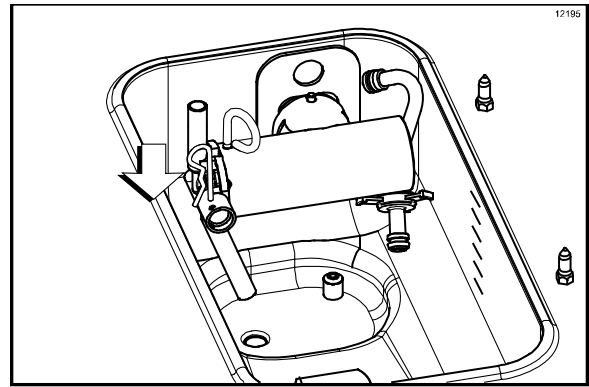

Figure 166
- Retirer la tige de retenue de la pompe. Poser le tube d'alimentation de mélange à la verticale dans le coin du réservoir à mélange. Mettre la tige de retenue en place dans le raccord de sortie de la pompe (Cf. Figure 166).